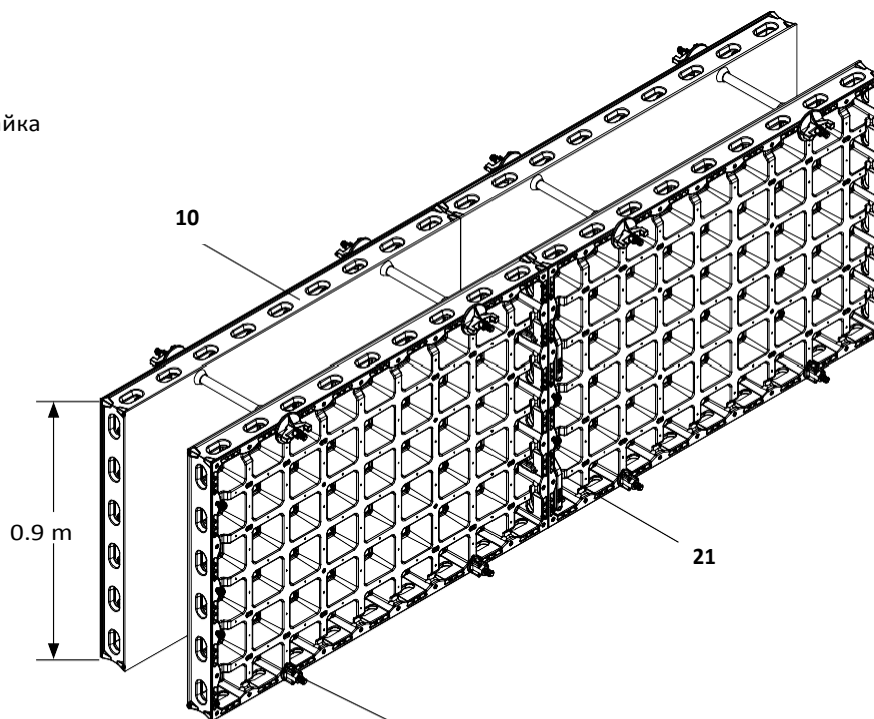

Fig. B11.01
За фундаменти с елементи DP 135 x 90 (10), DP 135x60 и DP 135x30 използвайте гайка DW 15 (43) за да се избегне опиране на закрепването в основата. (Fig. B11.01 + B11.01a)